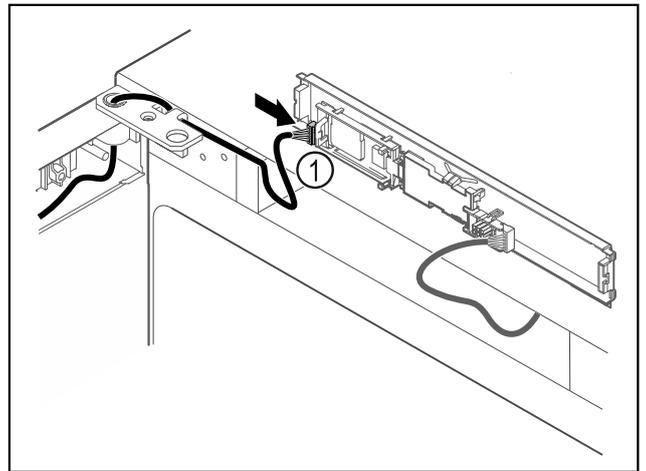

Fig. 63
- ▶ Stecker Fig. 63 (1) an Platine anstecken.